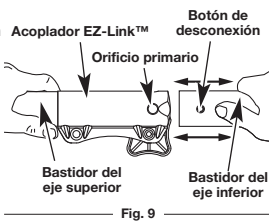

Fig. 9
- Mientras sostiene el bastidor del eje superior con firmeza, tire del accesorio de corte o accesorio en línea recta fuera del acoplador EZ-Link™ (Fig. 9).
- Mientras sostiene el accesorio con firmeza, empujelo en línea recta en el acoplador EZ-Link™ (Fig. 9).